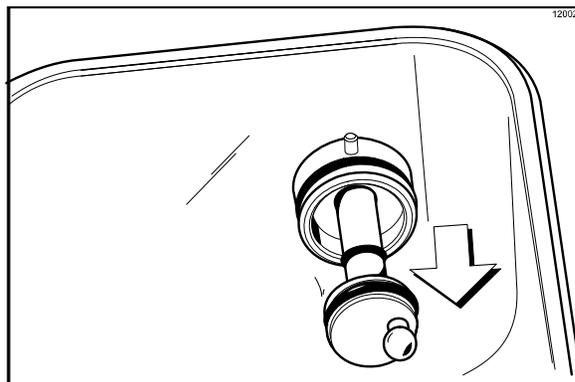

Figura 105
- Quite el eje motor de la bomba del cubo motor localizado en la pared trasera de la tolva de mezcla. (Vea la figura 105).